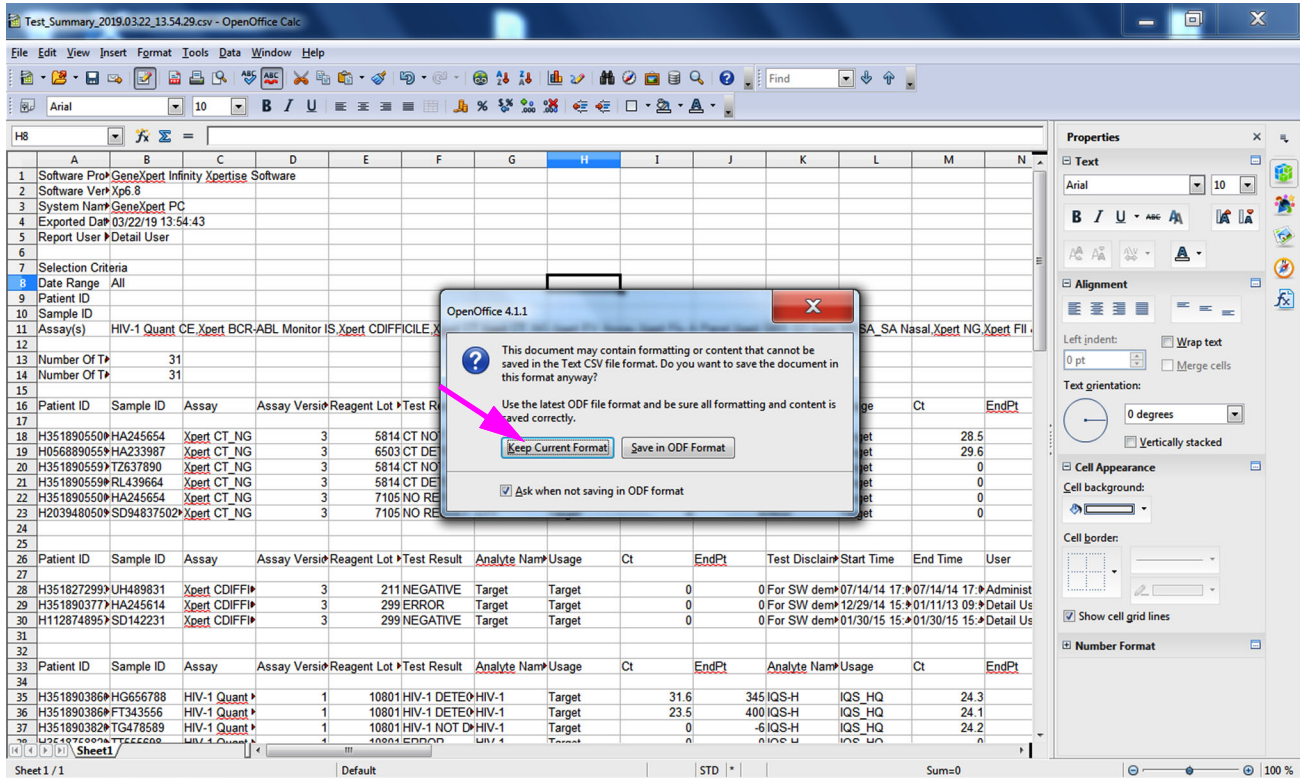

图 C-10. 格式保存对话框
13. 单击**文件 (File)** 菜单下的**保存 (Save)** 以保存文档。图 C-10中所示的保存格式对话框可能出现。如果如此，请选择**保持当前格式 (Keep Current Format)**，然后该对话框将关闭。